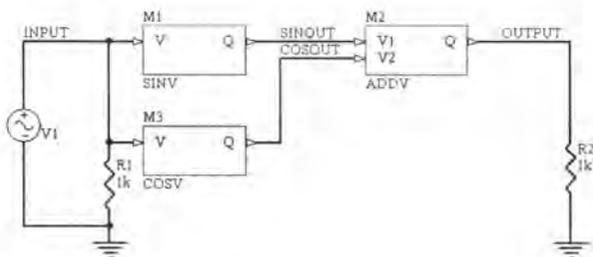

图 7-43 添加网络标签
- [1] 打开仿真原理图“仿真数学函数.SCHDOC”, 在需要观测信号的位置处添加网络标签, 如图 7-43 所示。